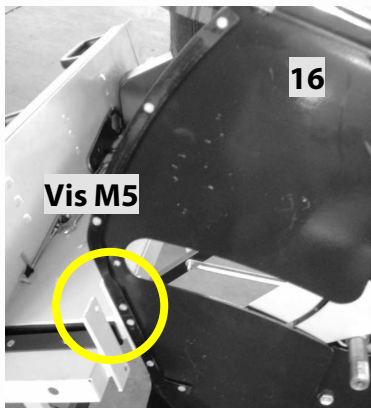

Fig 12
- Placez une vis cruciforme M5x15 à l'intérieur de la plaque de protection (16) (Voir Fig 12).